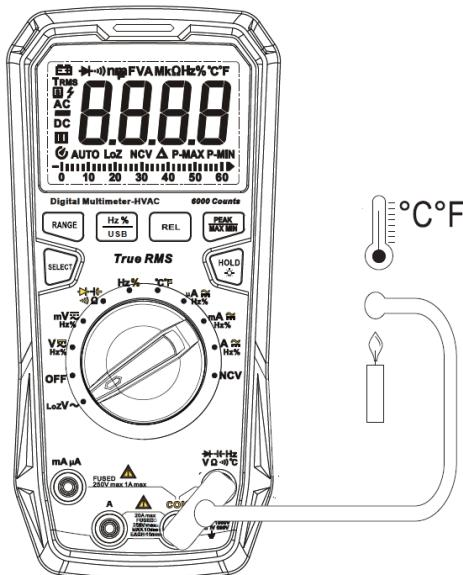

Рисунок 8
9.8. Измерение температуры (только в модели UT17B PRO, см. рисунок 8)